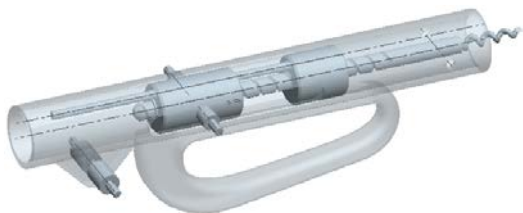

图 12.5.19 拖移连接元件
Step17. 拖移连接元件。用拖动功能，将活塞和止动杆子装配拖进去，拖到图 12.5.19 所示的位置。操作步骤如下：
(1) 在 **视图(V)** 菜单中选择 **方向(O) ▾** → **拖动元件(O)...** 命令。
(2) 在“拖动”对话框中单击“点拖动”按钮 。
(3) 在目标上选择一点，然后在该位置处单击，出现一个标记 ，移动鼠标光标，选取的点将跟随光标移动，当移到图 12.5.19 所示的位置时，单击，终止拖移操作。然后关闭“拖动”对话框。